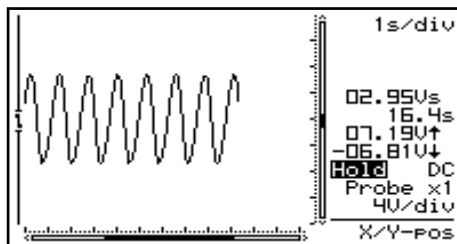

Fig 29
- Con base-tempi di 1 s/div. o più lenta i readout sono impostati per dare informazioni istantanee. (Fig. 29) .